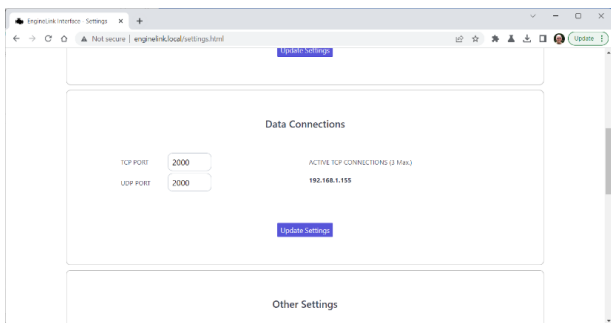

Abbildung 13
- Port-Einstellung - die Port-Nummer (Standard = 2000), die EngineLink für UDP- und TCP-Verbindungen verwendet (Abb. 13)
Normalerweise gibt es keinen Grund, die Port-Einstellungen gegenüber dem Standardwert 2000 zu ändern, außer wenn dieser Port von einem anderen Gerät verwendet wird. In diesem Fall können Sie den Wert wie in Abb. 13 gezeigt ändern.